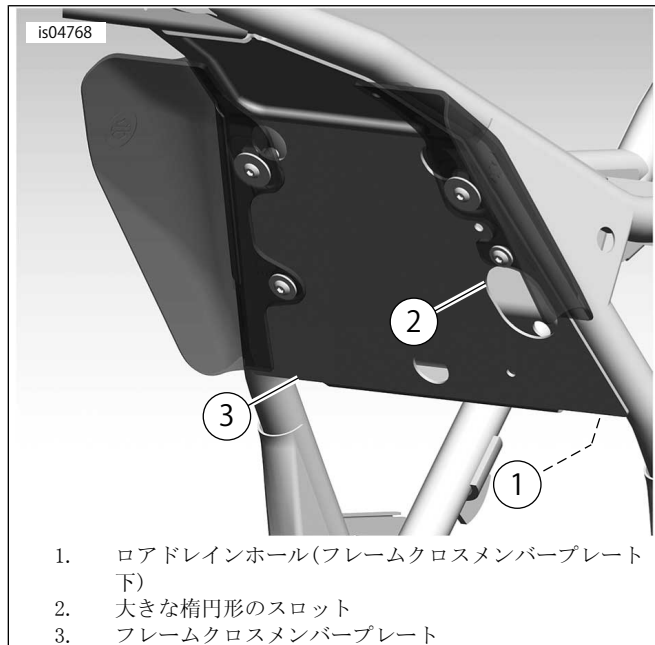

図8。フレームを通したバックレストケーブルの配線(図は2008年式モデル)
14. 「図8」を参照。バックレストケーブルを、アジャストメントハンドルブラケットの大きな開口部を通し、次にフレームクロスメンバープレート(3)の大きな楕円形のスロット(2)を通し、フレームクロスメンバープレートの下隅のクロスメンバープレートがリアフレームに接するところにある下部の排水口(1)を通して配線します。